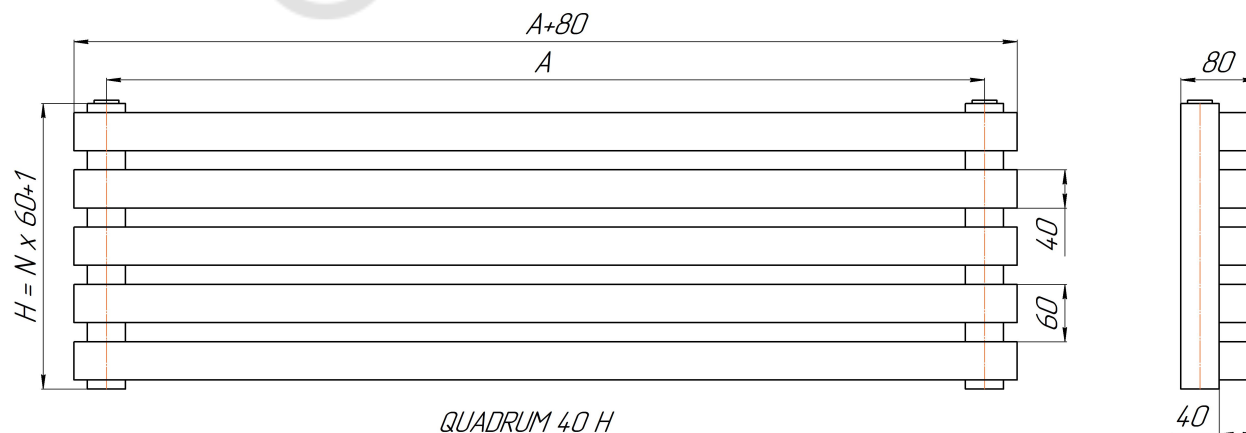

Рис. 1 А – межцентровый (монтажный) размер, N – количество секций.
2.1. Радиаторы выпускаются в настенном и напольном исполнении. Основные размеры и параметры радиаторов приведены на рис.1 и в таблице.